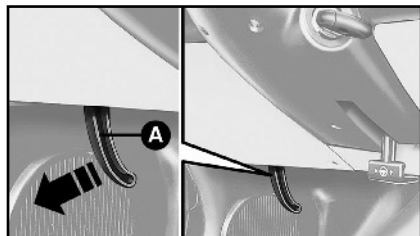

fig. 72
1) Tirare nel senso della freccia la leva **A**-fig. 72.